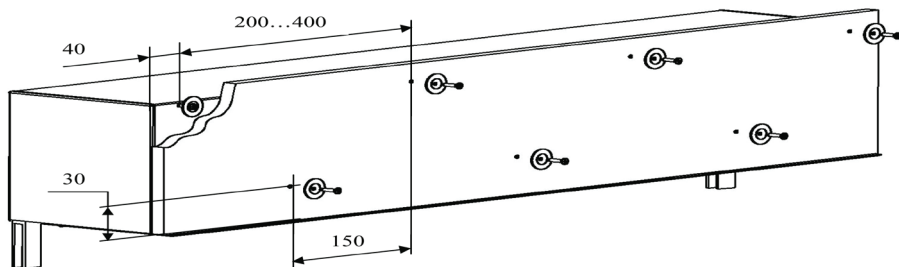

Рис. 15. Установка основы под штукатурку
2. Установить плиту заподлицо с неоштукатуренным фасадом здания (краями проема). Просверлить отверстия диаметром 3,5 мм через плиту и панель короба, а также через плиту и шину фасадную (см. рис. 15, приведенный ниже). Прикрепить теплоизоляционную плиту к коробу саморезами 4,2x25 мм с шайбами большого диаметра (не менее 25 мм).